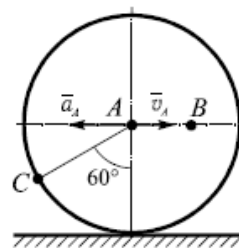

Рис. 2
2. Круглий диск (рис. 2) радіусом  $R=AC=650$  мм котиться без ковзання по нерухомій прямій. При цьому швидкість точки A дорівнює  $0,5$  м/с. Визначити вектора лінійних швидкостей точок B і C, а також кутову швидкість диска, якщо  $AB=350$  мм (30 балів).